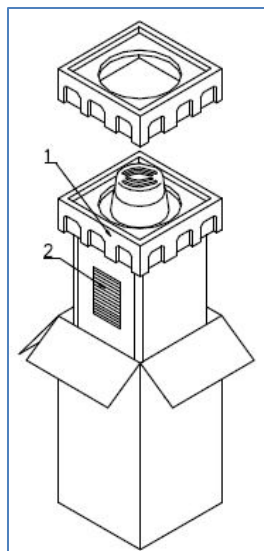

FIG 02
Il generatore viene consegnato imballato in cartone con opportune protezioni (1, vedere **FIG 02**). All'interno, oltre all'apparecchio, è presente :
- una busta (2, vedere **FIG 02**) contenente il presente manuale, il certificato di garanzia convenzionale e l'elenco dei centri assistenza autorizzati